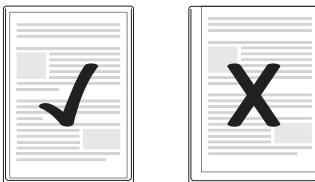

Fig. 1
- Veiller à ce que toutes les bordures du document soient au moins deux millimètres d'écart par rapport au bord de la pochette à film, comme indiqué sur la fig. 1.
- ▶ Veiller à ce que toutes les bordures du document soient au moins deux millimètres d'écart par rapport au bord de la pochette à film, comme indiqué sur la fig. 1 (cf. p. 9).